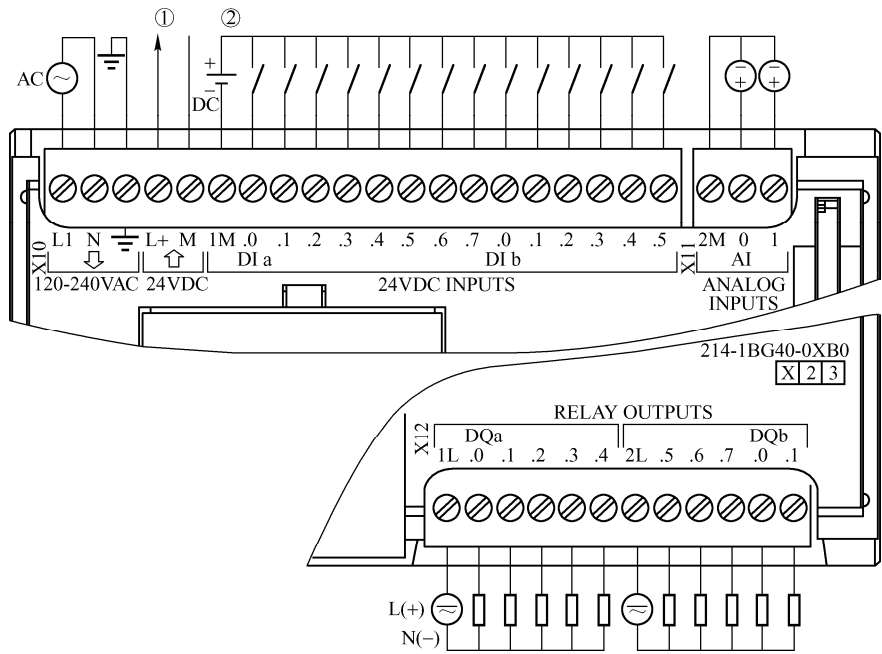

图 1-4 CPU 1214C AC/DC/Relay 的外部接线图
图见图 1-4。输入回路一般使用图中标有①的 CPU 内置的 DC 24V 传感器电源，漏型输入时需要去除图 1-4 中标有②的外接 DC 电源，将输入回路的 1M 端子与 DC 24V 传感器电源的 M 端子连接起来，将内置的 24V 电源的 L+端子接到外接触点的公共端。源型输入时将 DC 24V 传感器电源的 L+端子连接到 1M 端子。
CPU 1214C DC/DC/Rely 的接线图与图 1-4 的区别在于前者的电源电压为 DC 24V。